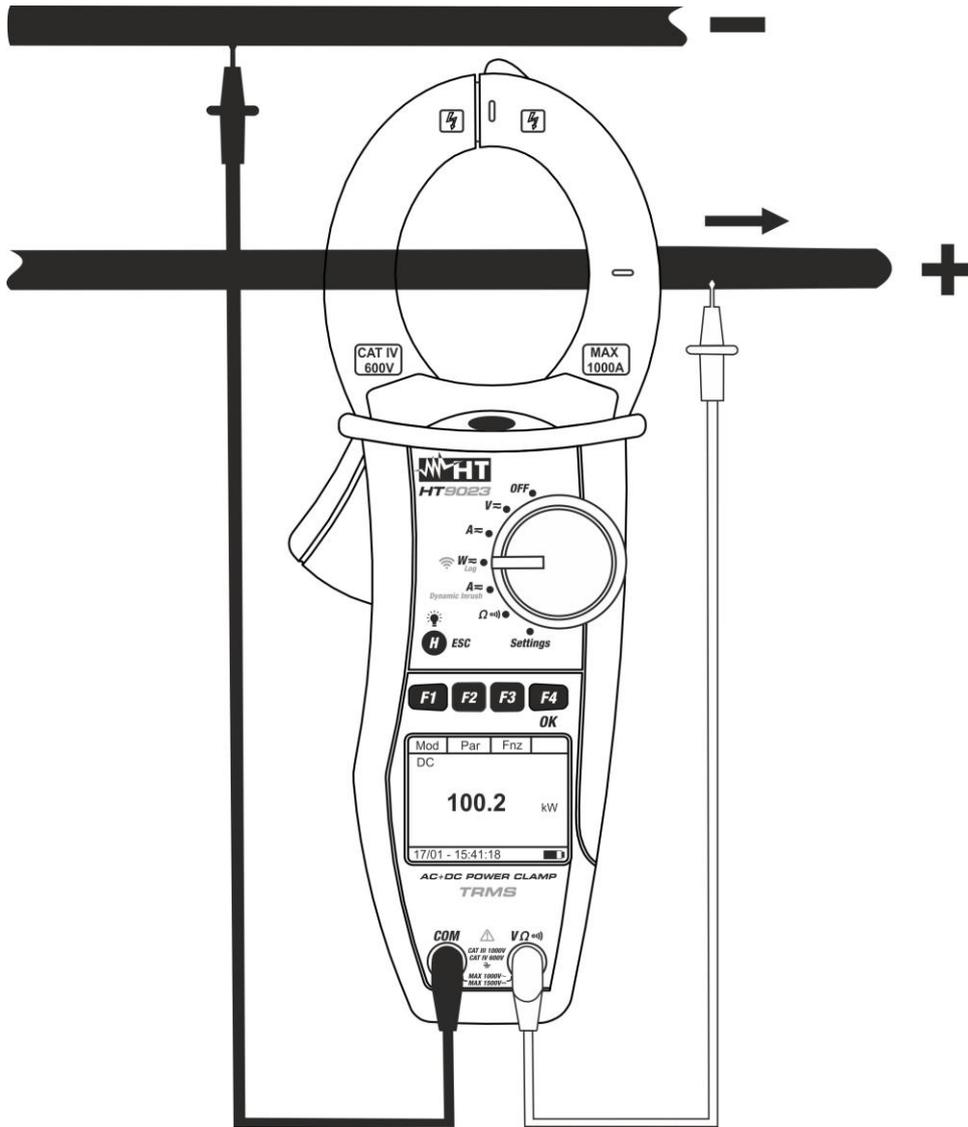

Fig. 12: Medida de Potencia CC
- Inserte el cable rojo en el terminal de entrada **VΩ(1)** y el cable negro en el terminal de entrada **COM**. Posicione la punta roja en el polo **“+”** y la punta negra en el polo **“-”** e inserte el cable **“+”** en el interior del toroidal respetando la dirección de la corriente indicada por la flecha (vea Fig. 12). Inserte el cable en el interior del toroidal en el centro del mismo a fin de obtener medidas precisas. Utilice las marcas presentes como referencia (vea Fig. 2)
- El valor de la Potencia CC se muestra en el visualizador expresado en kW. Pulse la tecla **F2 (Par)**, seleccione con la misma tecla la opción **“Tens/Corr”** para la lectura de los valores de tensión CC y corriente CC y confirme con **F4 (OK)**. La siguiente pantalla se muestra en el visualizador